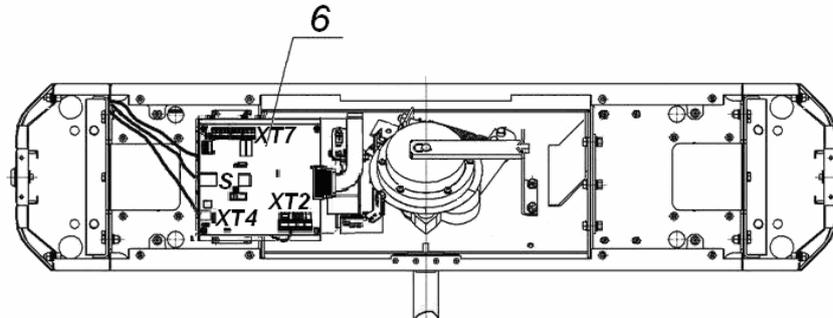

Рисунок 10. Схема прокладки кабелей в стойке ЭП:
7. Демонтируйте боковые заглушки (10), открыв ключом замки (11).
10. Снимите крышку ЭП (3), открыв ключом замок (4). Порядок снятия крышки указан в разд. 6.
11. Протяните кабели внутри стойки. Рекомендуемое расположение кабелей при прокладке внутри стойки показано на рис. 10.